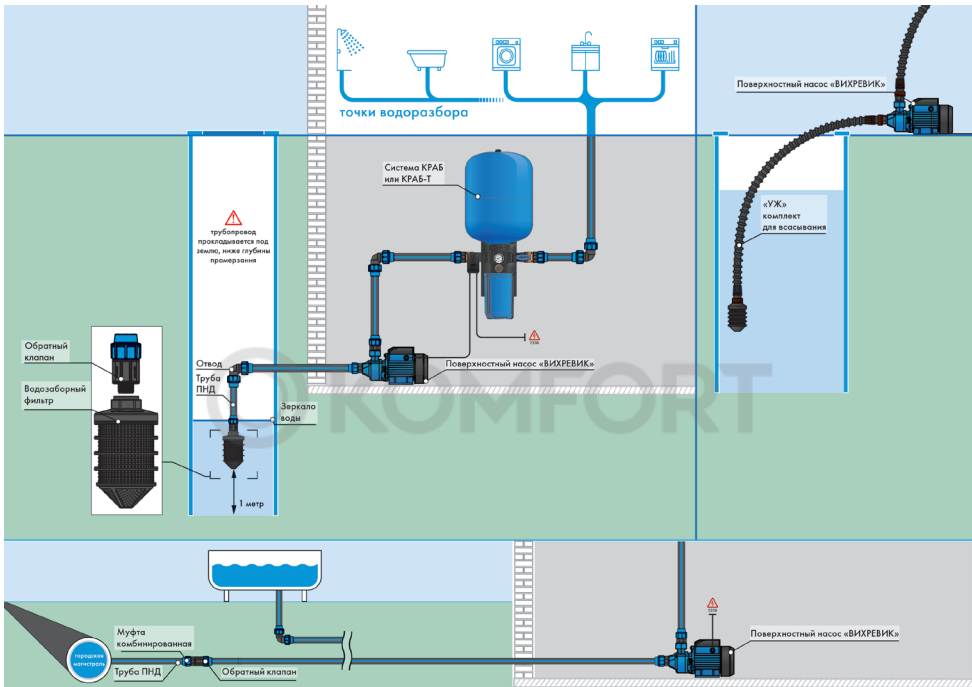

Рисунок 3
5.3 Возможные схемы установки поверхностного насоса (рисунок 3)